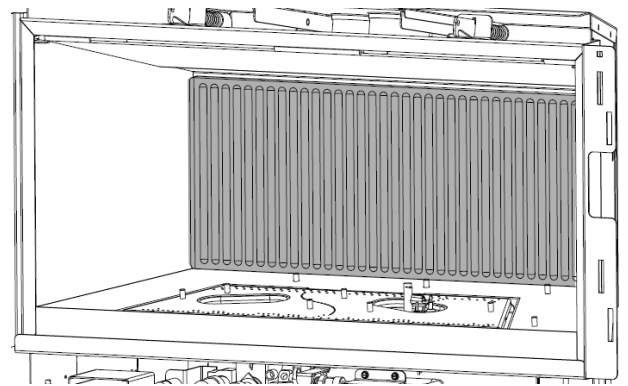

Figure 7.9. Installez le panneau arrière. Panneau cannelé illustré.
- Le panneau repose simplement sur la jupe du brûleur arrière, à plat contre l'arrière de la boîte à feu. Les panneaux latéraux verrouilleront le panneau arrière en position lorsqu'ils sont installés Figure 7.9.